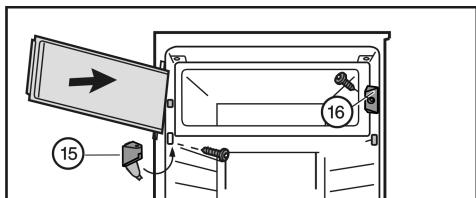

Fig. 8
- ▶ Monteerige sulgurdetail Fig. 8 (16) külge.
- ▶ Monteerige laagripukk Fig. 8 (15) ja pöörake kate kinni.